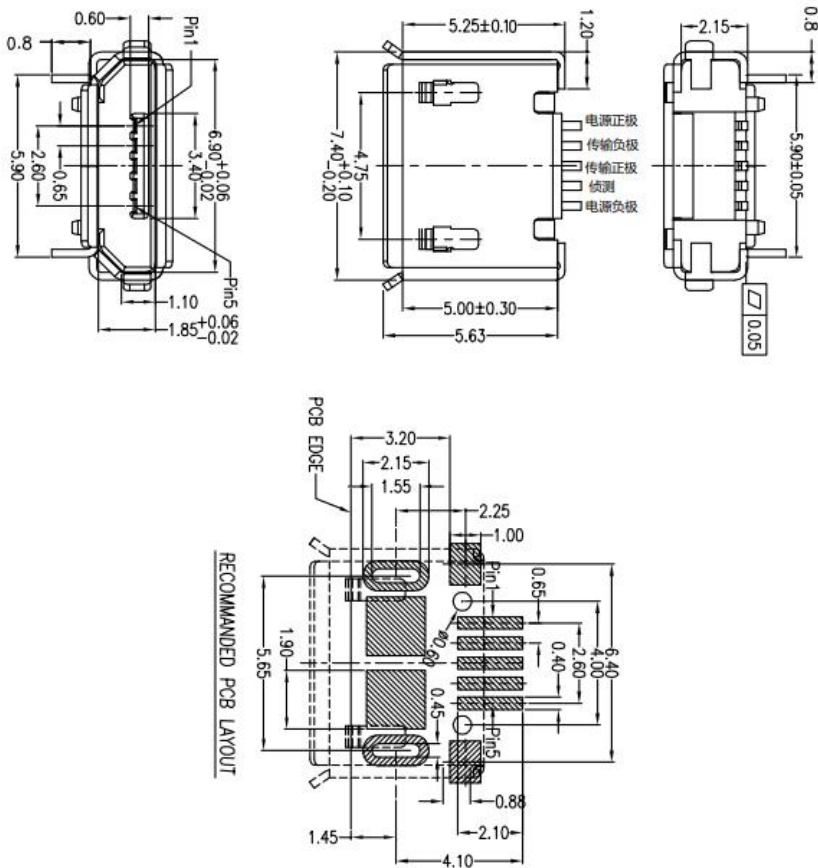

图 2
- 2、在 PCB 库文件 20240510.PcbLib 中根据图 2 给出的相应参数创建 USB 插座的 PCB 封装，命名为 MICRO-USB，并在生成电路板中调用,（注：单位为 mm）；